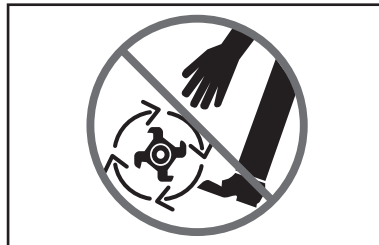

Fig. 11
**¡ATENCIÓN!** No traslade nunca este producto como la persona de la Fig. 11. Si lo hace y las púas se ponen en movimiento, podría sufrir lesiones graves.